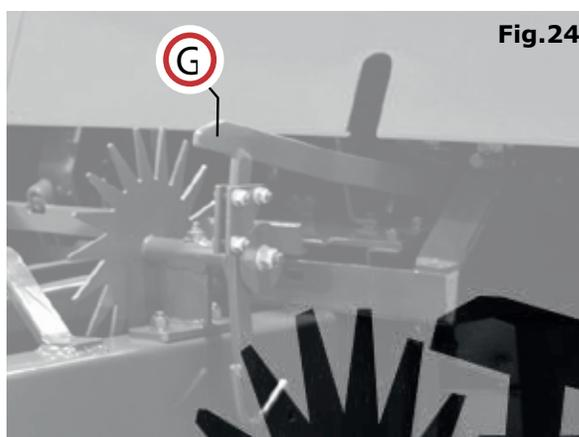

Fig.24
1. Suelte la palanca del anudador (G) (Fig. 24) y gire el volante con la mano.